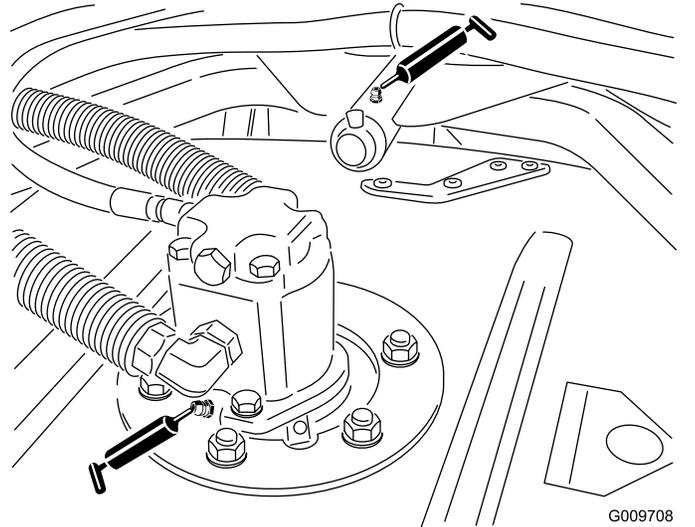

Figura 52
- Cuscinetti dell'asse del mandrino dell'apparato di taglio (2 per apparato di taglio) (**Figura 52**)
- Boccole del braccio portante dell'apparato di taglio (1 per apparato) (**Figura 52**)